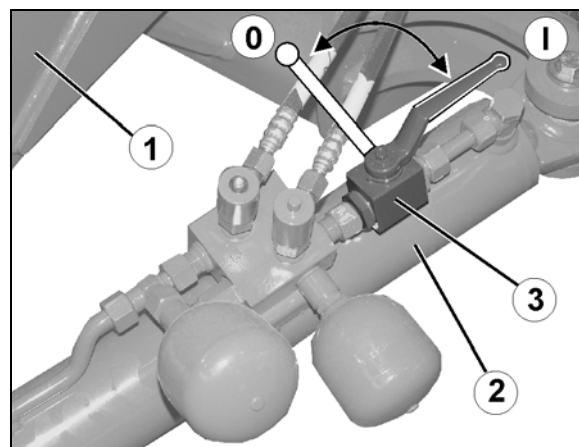

Fig. 43
- **Proțapul cu agățător (Fig. 43)**